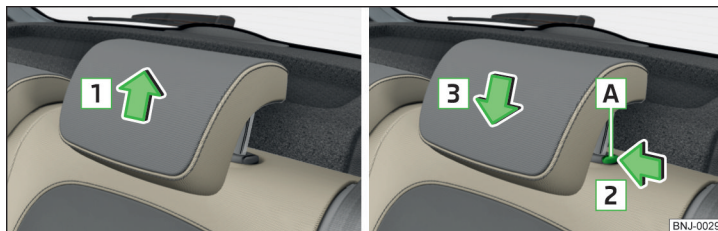

Fig. 59 Ajustar la altura del reposacabezas
- Tomar el reposacabezas y desplazarlo **hacia arriba** en sentido de la flecha **[1]** » fig. 59.